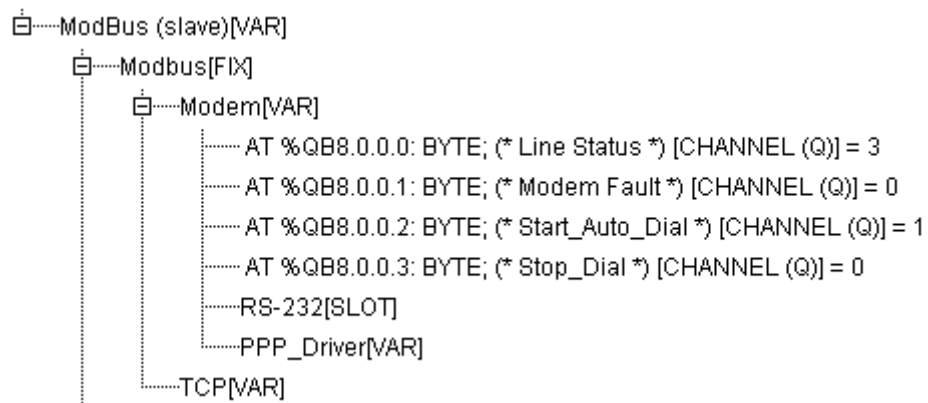

Рис.7 Байты управления модемом, статус: «подключен по GPRS»
17. В области конфигурации, подключением к GPRS можно управлять и контролировать с помощью специальных байт (рис.7). Время подключения к серверу, интервалы между дозвонами и кол-во дозвонov до GSM-сервера задаётся на вкладке «Module parameters» подмодуля modem. Подробнее